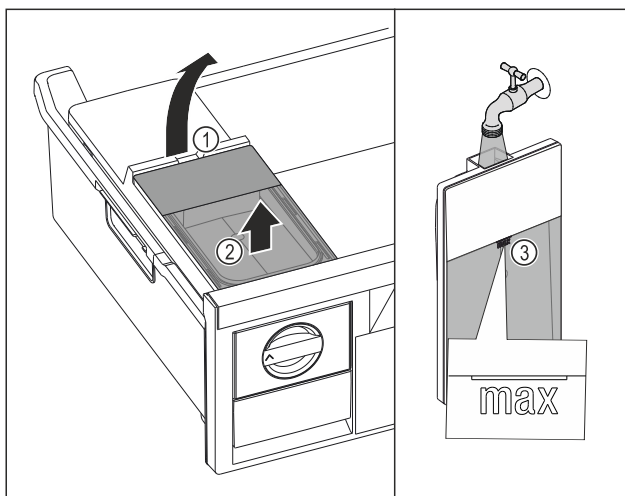

Fig. 144
- Wassertank an der Aussparung Fig. 144 (1) anheben.
- Wassertank nach oben entnehmen. Fig. 144 (2)
- Wassertank bis zur Markierung Fig. 144 (3) mit Trinkwasser befüllen.